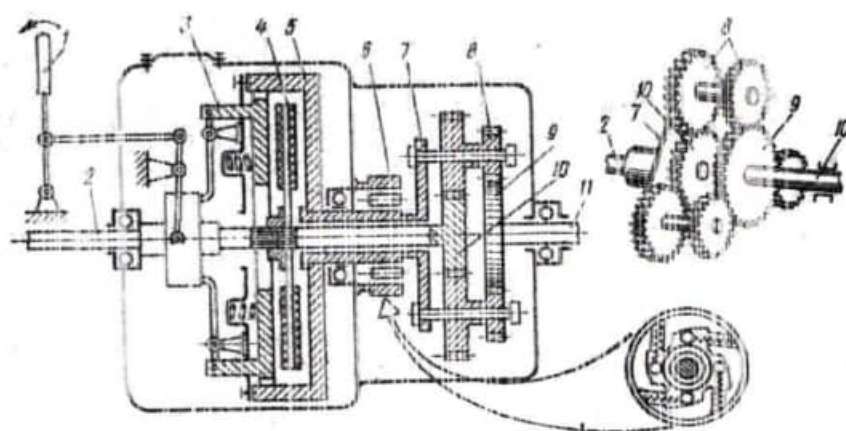

Рис.12.6.
4. Укажите позиции рис. 12.6. Объясните назначение и работу.